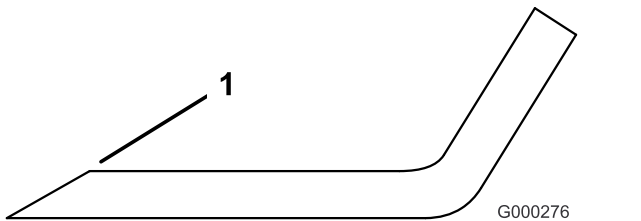

図 131
3. すべてのブレードの刃先を点検し、刃先が丸くなっていたり打ち傷がある場合には研磨する図 131。
注 研磨は刃先の上面だけに行い、刃の元々の角度を変えないように十分注意する図 131。左右を同じだけ削るようにすればバランスが狂わない。